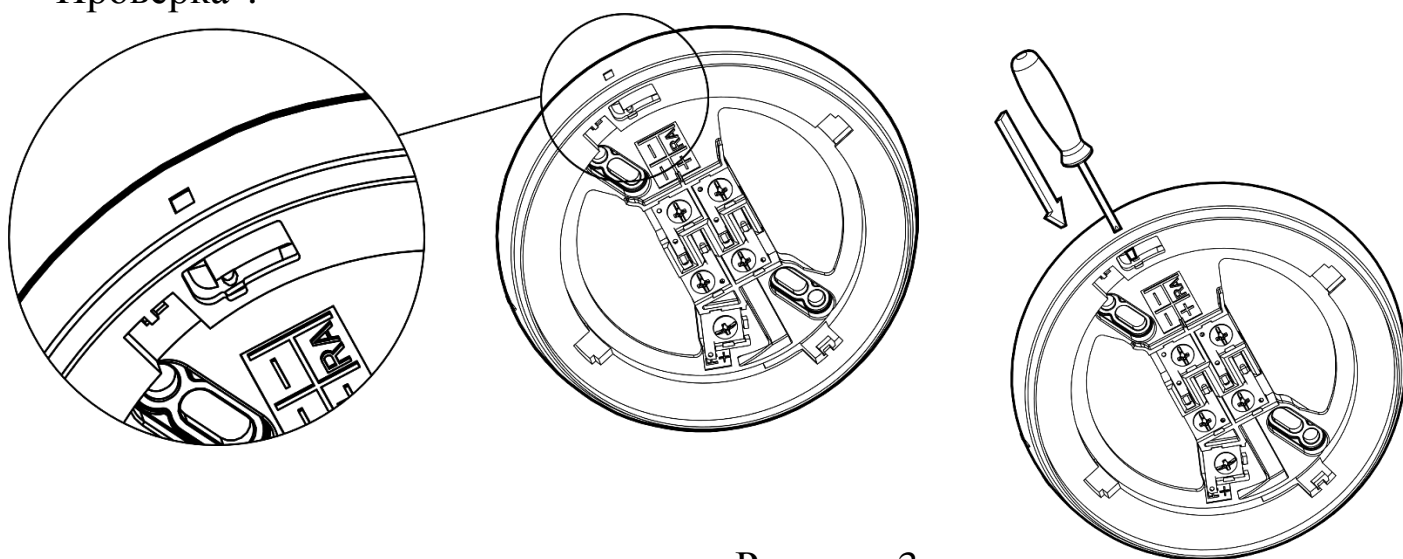

Рисунок 3
5.4 В конструкции базы предусмотрена возможность защиты от несанкционированного отсоединения извещателя. При удалении предохранительного выступа в базе (см. Рисунок 3) извещатель будет невозможно снять без дополнительных инструментов.